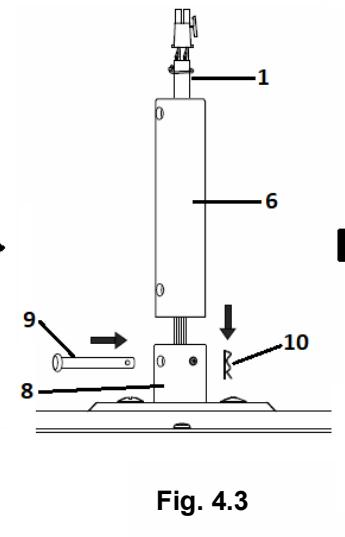

Fig. 4.3
3. Inserire con attenzione i cavi del ventilatore (1) attraverso l'asta (6) (Fig. 4.3).
4. Unire l'asta (6) e il raccordo dell'asta (8); allineare i fori del raccordo con i fori dell'asta, quindi inserire il perno di bloccaggio (9) e fissarlo con la coppiglia (10) (Fig. 4.3).